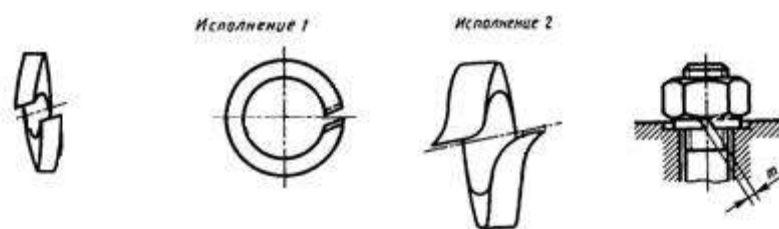

Рис. 9. Шайбы пружинные
**Пружинные шайбы** представляют собой виток винтового выступа левого направления (рис. 9), служат для предохранения резьбовых соединений от самоотвинчивания во время эксплуатации. Пружинная шайба имеет разрез и при заворачивании гайки шайба упирается в торец гайки и опорную поверхность детали, тем самым задерживая обратное вращение гайки или болта. Кроме того, пружинная шайба обеспечивает постоянное натяжение между витками резьбы болта и гайки и этим самым способствует задержке обратного поворота гайки.